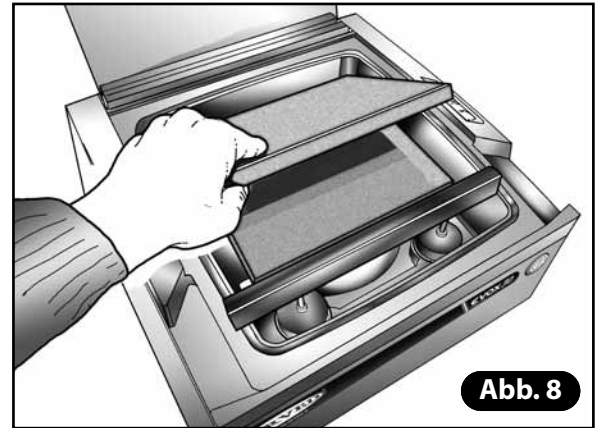

Abb. 8
- 4) Die Einlegeböden aus PE aus der Wanne entfernen (**Abb. 8**).